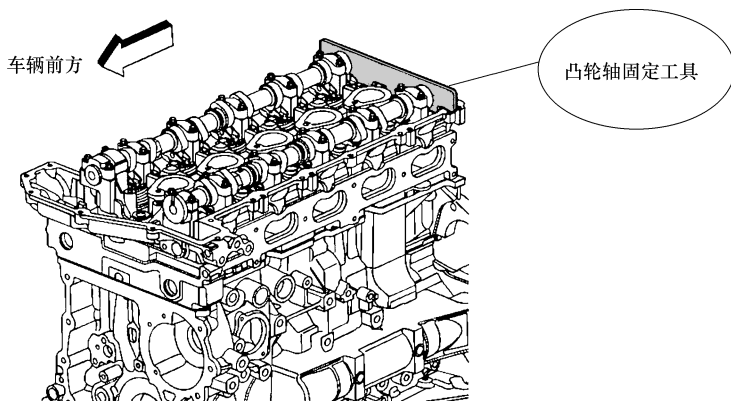

图 17-1 安装凸轮轴固定工具
- 7) 把凸轮轴固定工具安装到凸轮轴后端，见图 17-1。